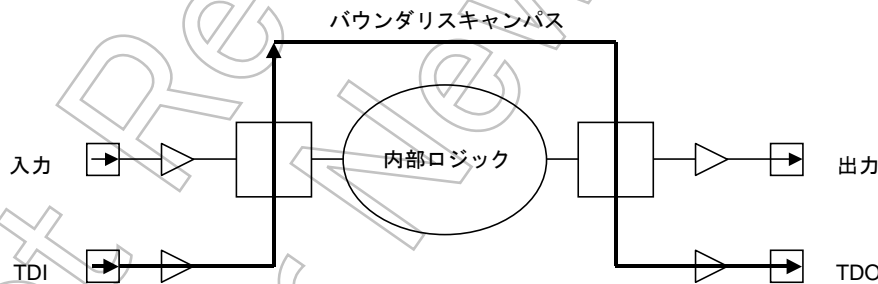

図 23-10 PRELOAD が選択されているときのテストデータの流れ
- PRELOAD は他の命令を選択するまえに、バウンダリスキャンレジスタを初期化するのに使います。例えば、前に述べたように EXTEST 命令を選択するまえに PRELOAD を用いてバウンダリスキャンレジスタを初期化します。PRELOAD はシステムロジックの通常動作に影響を与えずに、バウンダリスキャンレジスタにデータをシフトします。図 23-10 に SAMPLE/PRELOAD 命令の PRELOAD を実行しているあいだのデータの流れを示します。